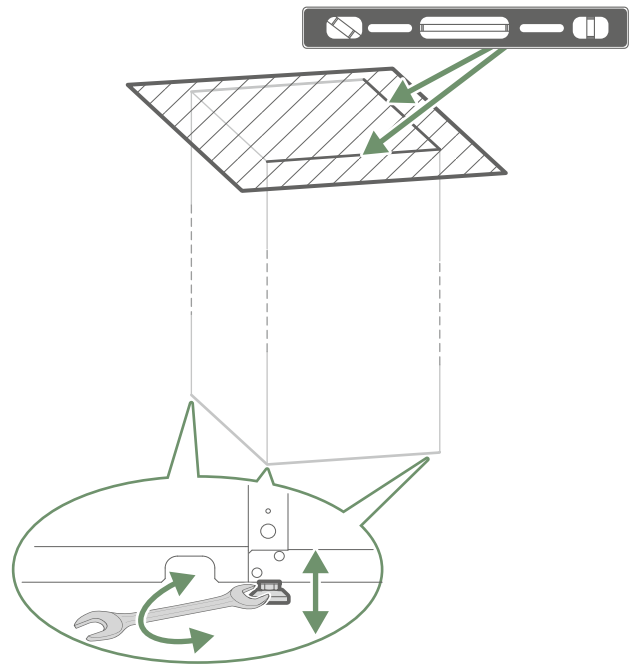

fig. 20 - Upgrade uitvoeren
- Stel de binnenunit op niveau fig. 20 ( ).